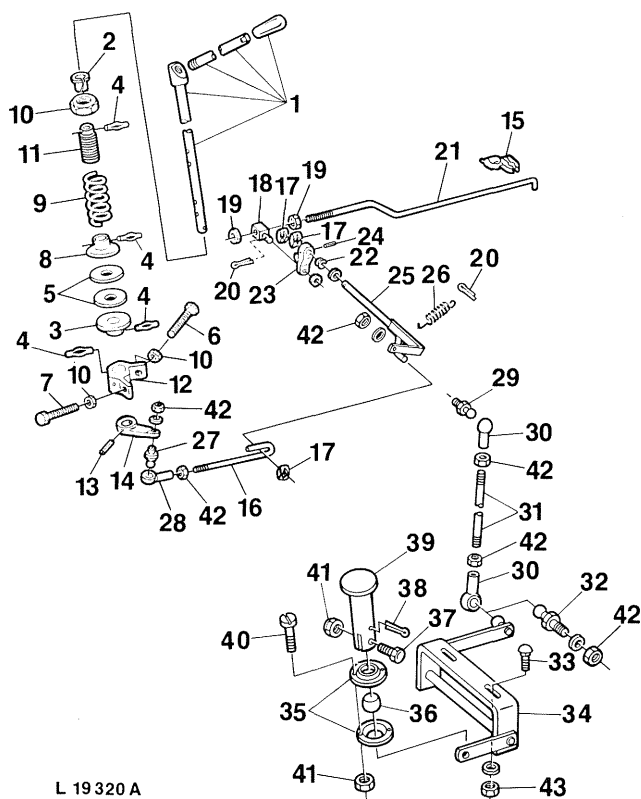

Fig. 3 — Eléments de la tringlerie d'accélération (tracteur à cabine)
- Enlever les écrous borgnes du revêtement du distributeur de direction, soulever légèrement le côté droit et séparer de la rotule la tige de liaison 16 (fig. 3) de la tringlerie de la manette en poussant vers le bas; enlever la tige.
Séparer la tige de liaison 16 (fig. 3) de la rotule, mettre le revêtement sur le distributeur de direction et monter la tige.